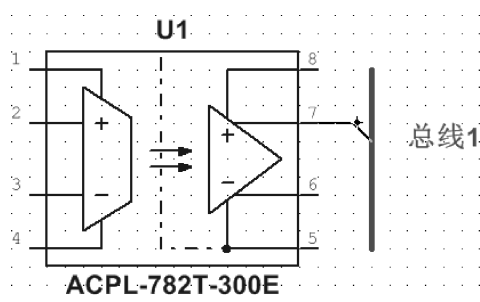

图 4-36 显示总线入口
1) 在图 4-36 中捕捉起点，向右侧拖动，在正对总线处，显示悬浮的总线入口，如图 4-36 所示。